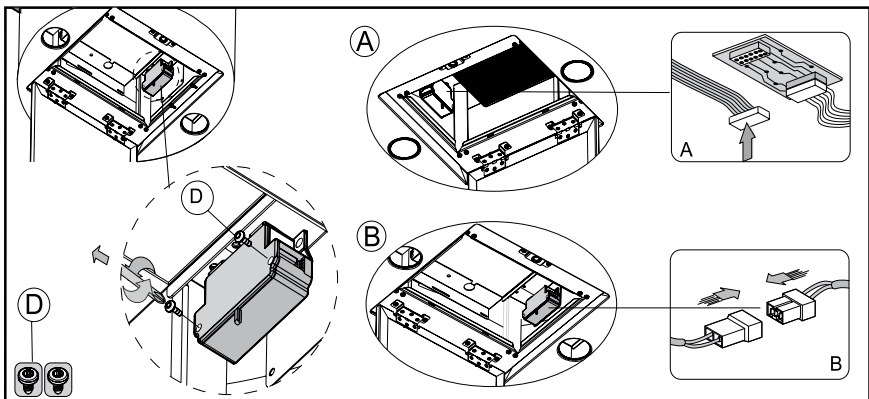

Рис. 20
11. Перед подключением вытяжки к электросети отвинтите четыре шурупа **D** на двух коробках и откройте их крышки (см. рис. 20). Произведите электрические соединения между корпусом вытяжки и коробом мотора (см. позиции **A** и **B** на рис. 20).